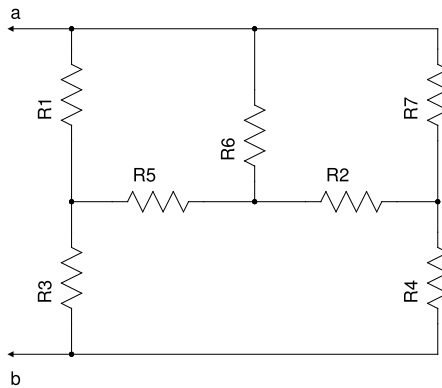

Figura 1.3
7. Monte o circuito da figura 1.3 e meça a resistência entre os pontos *a* e *b*;